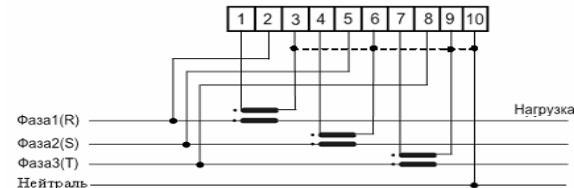

Рисунок 2 - Схема підключення лічильника
5.3 Порядок встановлення. Підключення лічильника проводити на знеструмленому об'єкті, у відповідності із схемою, зображеною на кришці колодки затискачів та на рис.2. Підключення кіл струму лічильника виконувати через трансформатори струму ххх/5А.